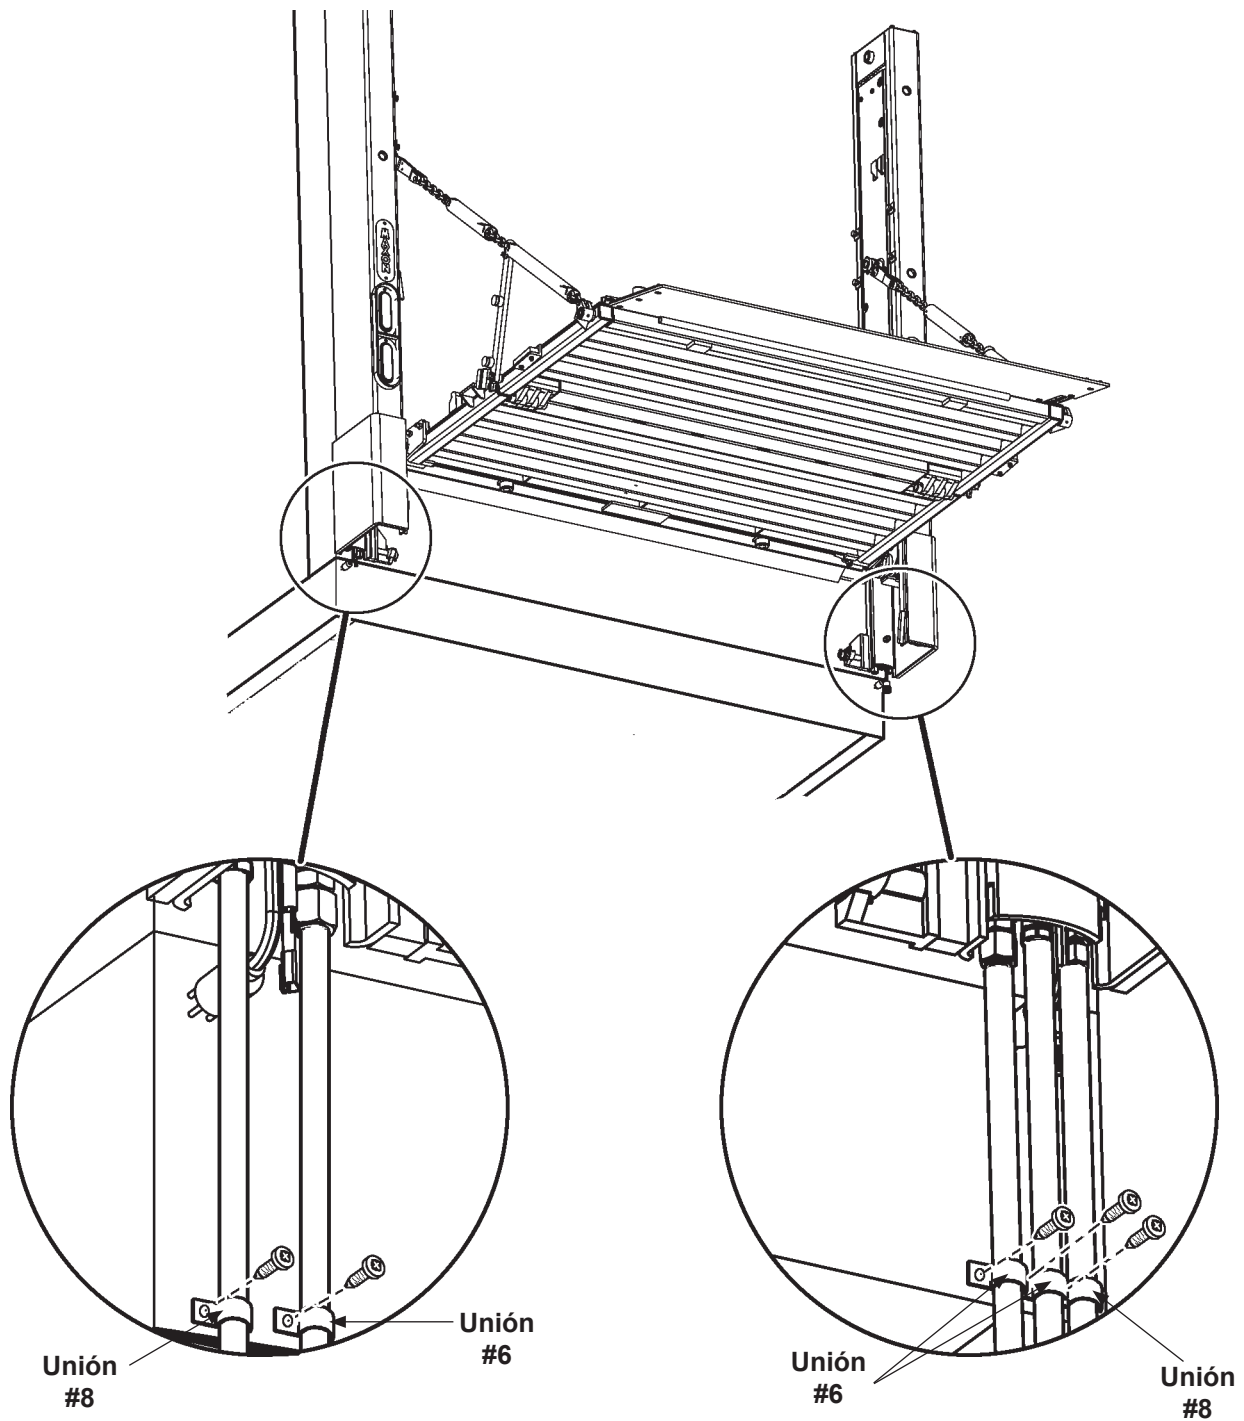

FIG. 8-1
7. Tome abrazaderas ahuladas #6 para cada (3) tubo de 3/8" diámetro exterior y abrazaderas ahuladas #8 para los (2) tubos de 1/2" diámetro exterior. Coloque las abrazaderas ahuladas sobre cada tubo y marque un orificio para fijar cada abrazadera a la carrocería del vehículo como se muestra en la **FIG. 8-1**. Taladre un orificio tamaño #20 (.161) para cada abrazadera. Fije cada una de las 5 abrazaderas a la carrocería del vehículo con chilillos.